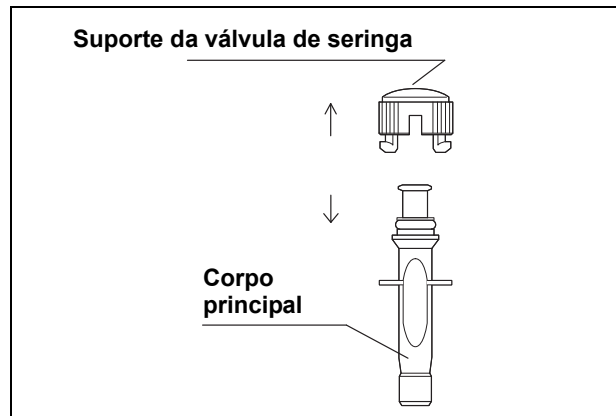

Figura 3.12
3. Desmonte a válvula de seringa (consultar Figura 3.12).